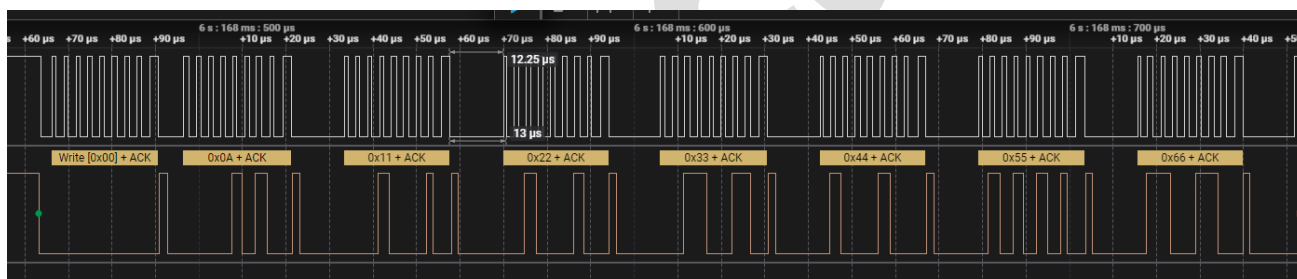

图 2
- b) 当与另一款上位机通信,速率选择 400K 时,以代码 “IIC_Slave_带数据地址收发” 为例: 主机发送从机地址和写命令后,发送数据字地址 0x0A,连续发送 6 个数据: 0x11, 0x22, 0x33, 0x44, 0x55, 0x66, 下图 2 为发出数据波形图,数据正常;